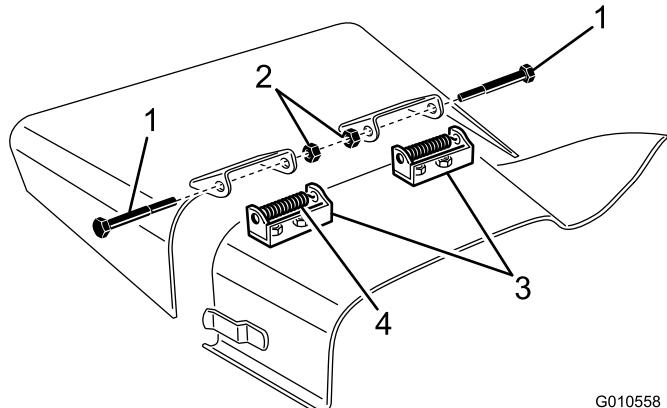

Figure 27
2. Retirez les 2 boulons, contre-écrous et ressorts qui fixent les supports du déflecteur aux supports de pivot (Figure 27).
3. Pour déposer les supports de pivot, retirez les vis de carrosserie et les écrous (Figure 27).